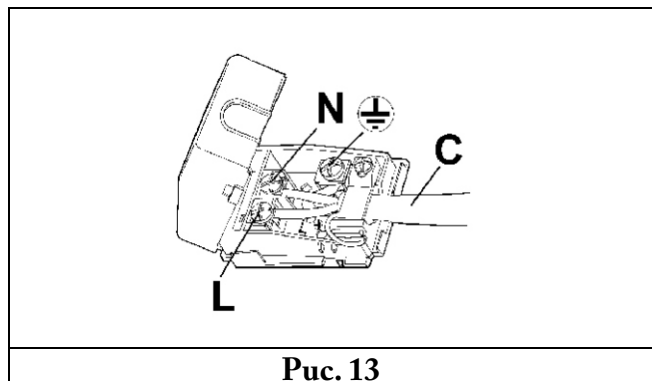

Рис. 13
- Подсоедините к кабелю стандартную штепсельную вилку, соответствующую мощности, указанной на маркировочной табличке. Подсоедините провода согласно рис. 13, уделяя особое внимание следующим соответствиям: